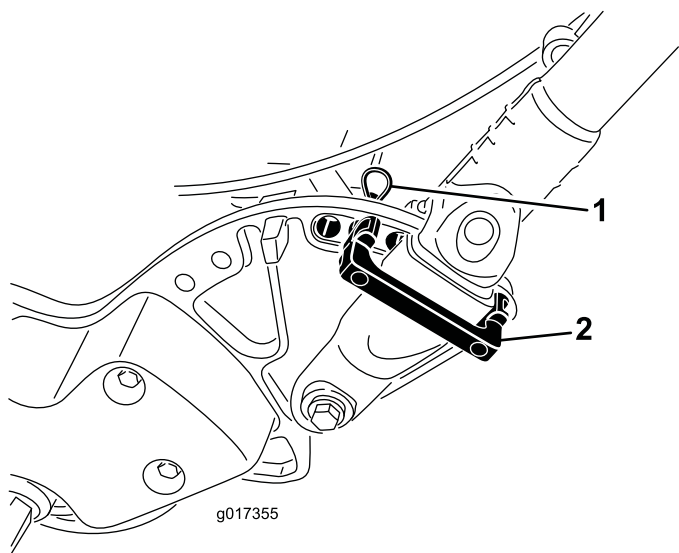

Рисунок 30
1. Извлеките игольчатые шплинты из фиксаторов рукоятки на каждой стороне газнокосилки (Рисунок 30).
2. Удерживая рукоятку, извлеките с каждой стороны шплинты и поверните рукоятку в требуемое рабочее положение (Рисунок 30).